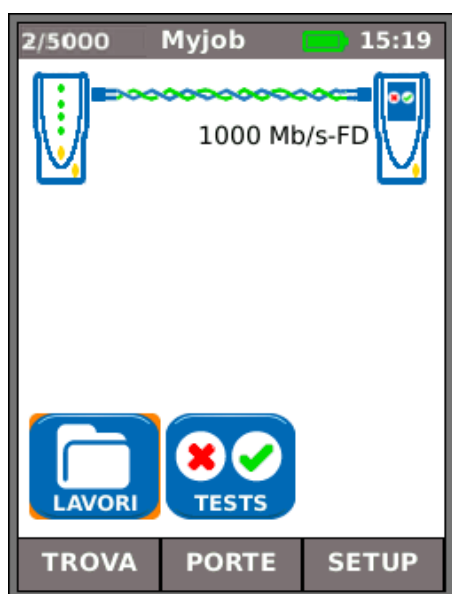

Fig. 8
(1) Quando l'unità prossimale e l'unità remota sono connesse direttamente, con cavo in rame o in fibra ottica, premere il softkey TROVA (F1) per rilevare tutte le opzioni disponibili (Fig. 8). Oltre ai test di mappatura (rame), è possibile testare e misurare le prestazioni dei cavi. Per una descrizione completa di queste opzioni, vedere *Descrizione del Menu Tests - Modalità Ethernet*, pagina 24.